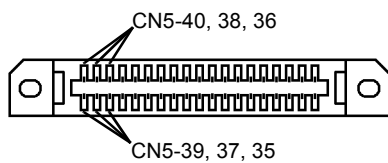

Рисунок 8 Разъем RIS
- Измерьте напряжение на контакте CN5-40 главной PWB (Рисунок 8) и включите аппарат.
- Измерьте сопротивление между CN5-40 и CN5-38 (Рисунок 8).
- Измерьте сопротивление между CN5-38 и CN5-36 (Рисунок 8).